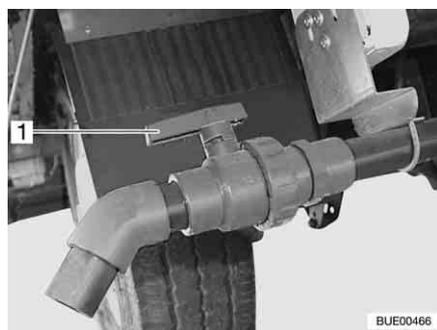

Fig. 223 Robinet de vidange
- Tourner la poignée (Fig. 223,1) du robinet de vidange dans le sens de l'écoulement.